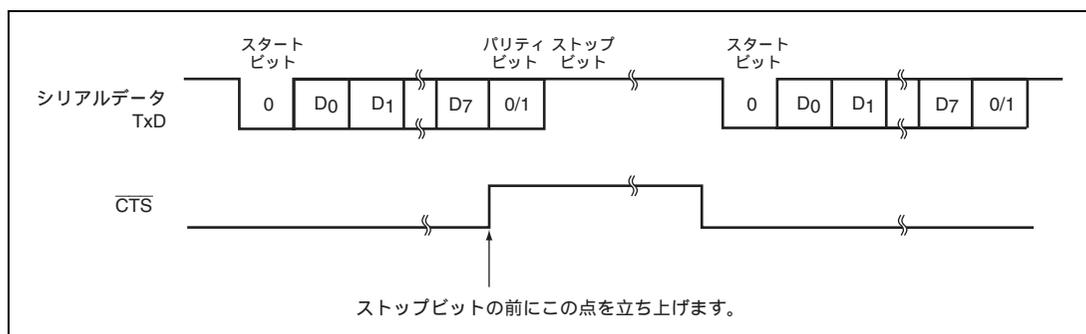

図 14.6 モデムコントロールを使用した動作例 ($\overline{\text{CTS}}$)
4. モデムコントロールを許可した場合、 $\overline{\text{CTS}}$ 入力値によって送信を停止 / 再開することができます。 $\overline{\text{CTS}}$ が1にされると、送信中のときは1フレームの送信終了後マーク状態になります。 $\overline{\text{CTS}}$ が0にされると、次の送信データがスタートビットを先頭に出力されます。モデムコントロールを使用した動作例を図14.6に示します。(チャンネル0のみ)